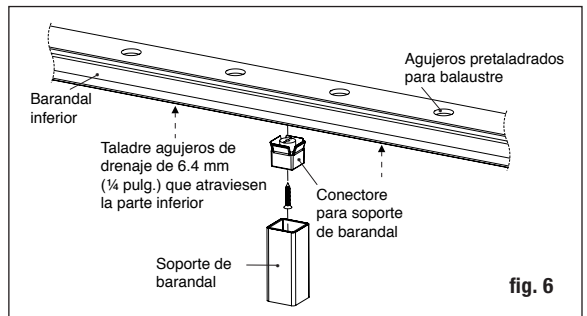

fig. 6
Paso 7 Encuentre el centro de la parte inferior del barandal inferior y sujete el conector de balaustre incluido al soporte de barandal, usando el tornillo incluido. Consulte los requisitos del código de construcción para ver el espacio máximo entre la superficie de la terraza y la parte inferior del barandal; recomendamos 7.6 (3 pulg.) pero puede ser menos si lo desea. Si es necesario, recorte el soporte de barandal a la altura determinada (fig. 6). **Taladre dos agujeros de drenaje de 6.4 mm (1/4 pulg.) que atraviesen la parte inferior del larguero, para evitar la acumulación de agua. Centre los agujeros de drenaje entre las posiciones de dos balaustres, ya que el balaustre puede bloquear el canal y evitar que el agua se drene correctamente.**